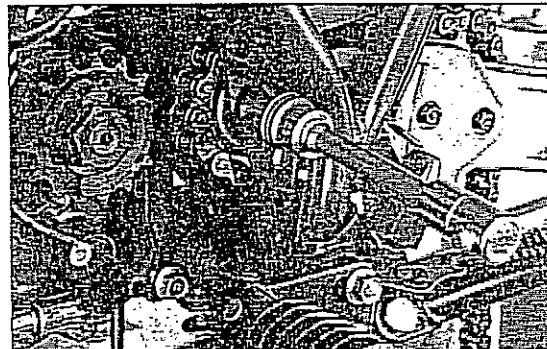

Bild 144
- Links selbstsichernde Mutter (SW 22 / siehe Bild 144) ausdrehen.